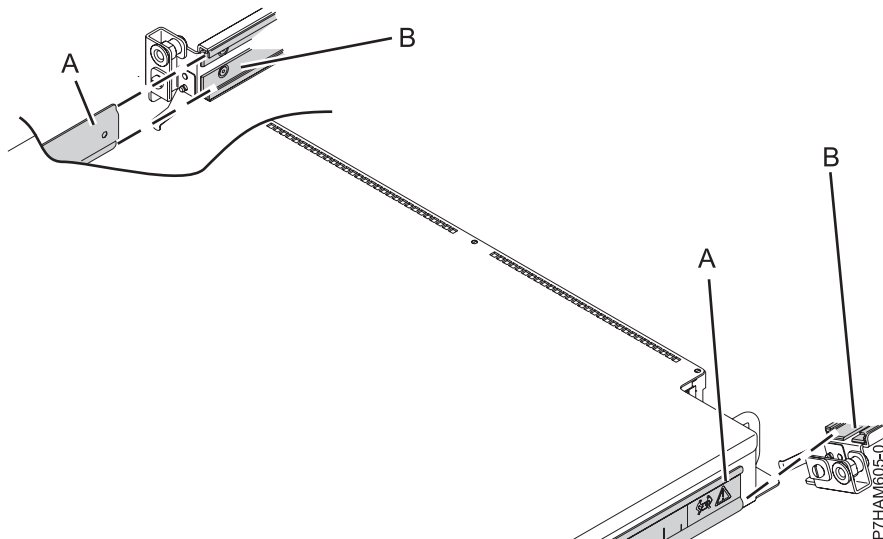

Figure 12. Représentation de la fixation du boîtier aux glissières
- a. Avant de tenter de monter le boîtier de stockage PCIe sur les glissières, observez sur la figure 12 la manière dont le rail de guidage (A) sur le côté du boîtier entre et coulisse dans l'âme de la glissière (B), dont la forme est parfaitement adaptée.
Remarque : Sur la figure 12, la glissière droite (B) est représentée sous un angle qui permet de visualiser son âme creuse. En réalité, la glissière est fixée le long de l'armoire.